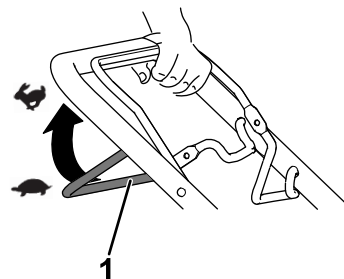

Figura 14
- Per innestare la trazione automatica, tirate la barra della trazione automatica verso la stegola e mantenete la posizione (Figura 14).